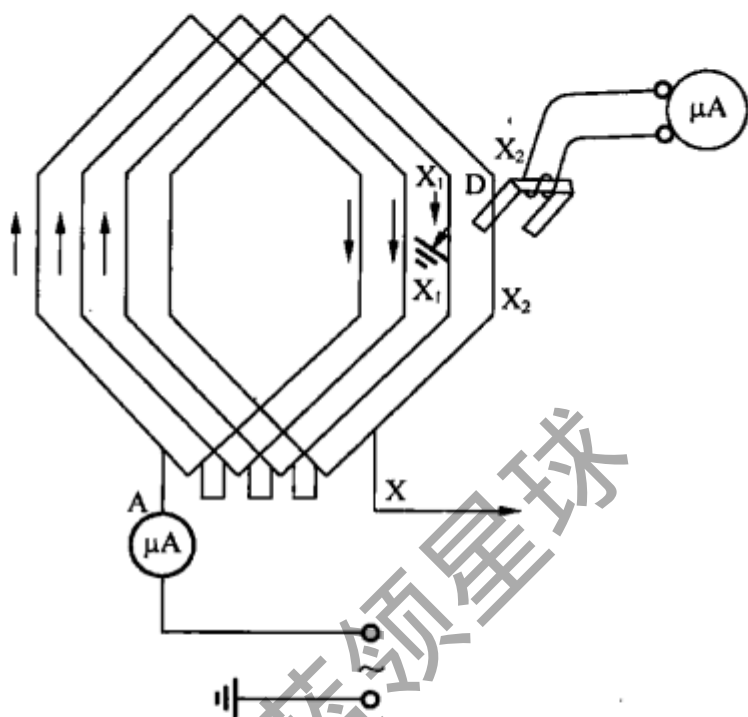

图 3-28 用开口变压器法查找接地点
④ 开口变压器法。确定故障相后，在故障相与铁芯间加一低压（36V）交流电源，如图 3-28 所示。这样在电流流入端至接地点 D 之间，所有串联的线圈中都有电流，而接地点以后的线圈中无电流通过。查找接地点时，在开口变压器线圈的两端串接一只微安表，将开口变压器跨在槽的上面并沿轴向移动，逐槽测试。当全槽都有感应电压产生时，说明接地点不在该槽内；若开口变压器从  $X_1$ 、 $X_2$  槽上移动到 D 点后微安表的指示消失（或减少），则表